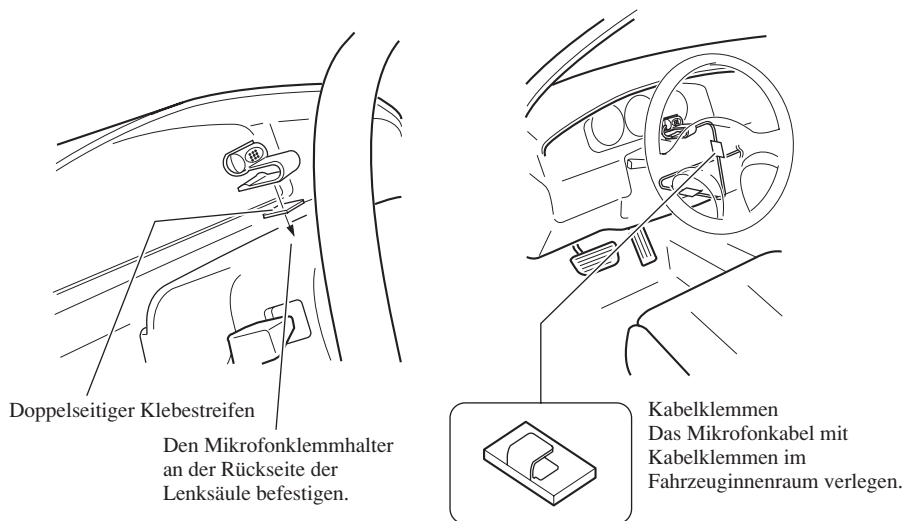

Abb. 22
2. Das Mikrofon an der Lenksäule befestigen. (Abb. 22)